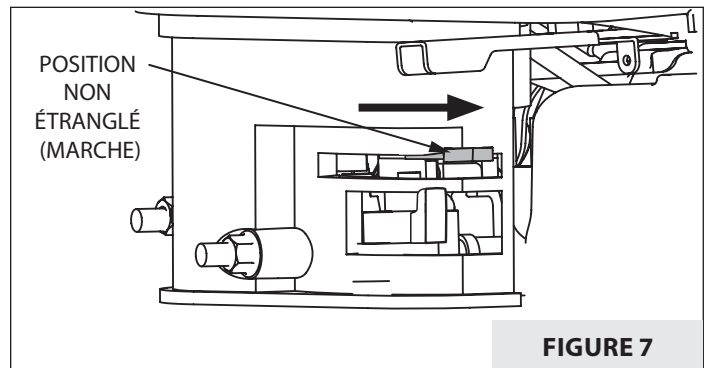

FIGURE 7
- Une fois le moteur chaud, déplacer lentement le levier du volet de départ jusqu'en position de **MARCHE** normale. **VOIR FIGURE 7.**